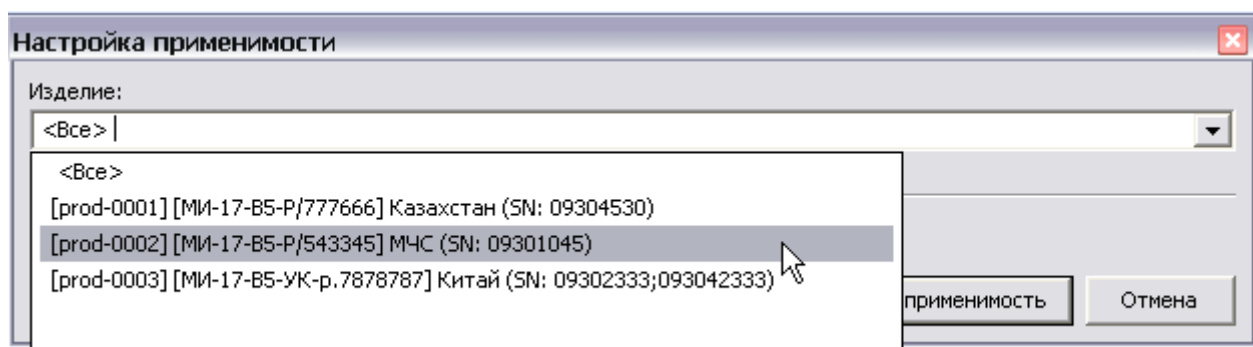

Рис. 108
1. В верхней правой части окна нажмите на кнопку **Изменить применимость** . При этом появится окно настройки применимости (Рис. 108).
2. Из раскрывающегося списка поля **Изделие** выберите экземпляр изделия «[МИ-17-В5-Р/543345] МЧС (SN: 09301045)» (Рис. 108).